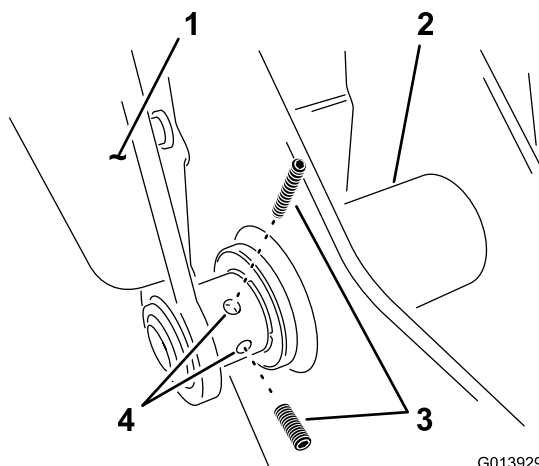

Рисунок 7
- Заверните 2 установочных винта в левый рычаг в нижней точке шарнира (Рисунок 7).
6. Затяните два установочных винта в левом поворотном рычаге; см. Рисунок 7 раздела Присоединение рычагов люльки к опорной раме \(страница 7\).